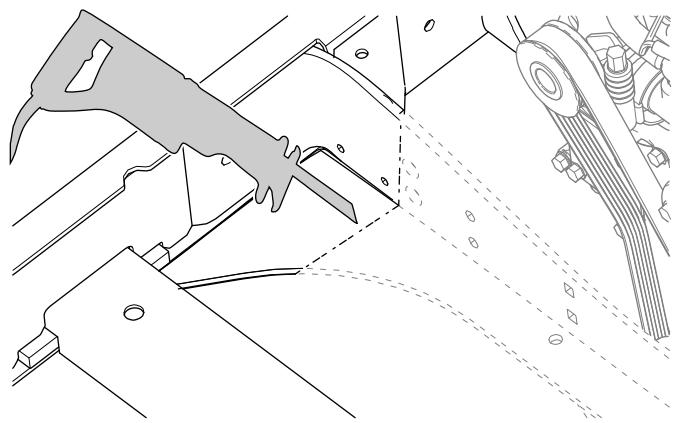

Figure 10
- Avec une scie alternative, coupez directement le métal le long des marques (Figure 10). Au besoin, utilisez une ponceuse pour assurer que la découpe affleure le bord.